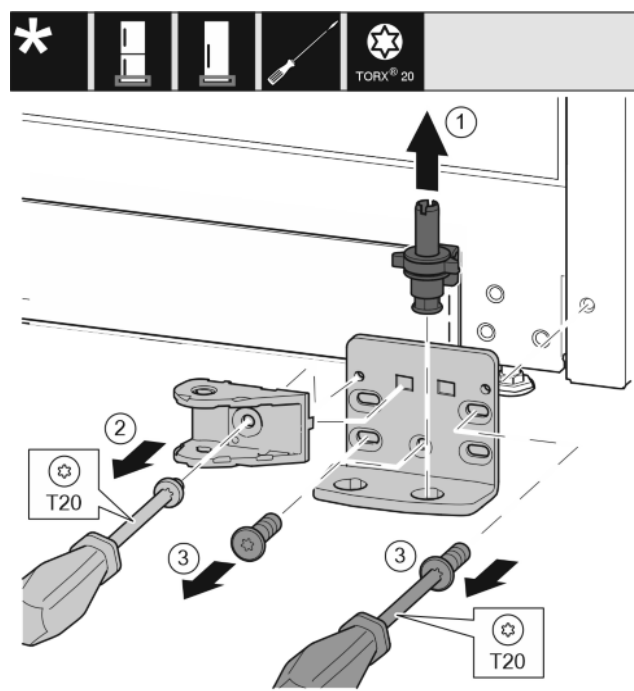

Fig. 27
- Ležajni sornik v celoti izvlecite navzgor. Fig. 27 (1)
- Vijak odvijte z izvijačem T20 in snemite spoj blažilnika za zapiranje vrat. Fig. 27 (2)
- Vijake odvijte z izvijačem T20 in snemite ležajni podstavek. Fig. 27 (3)